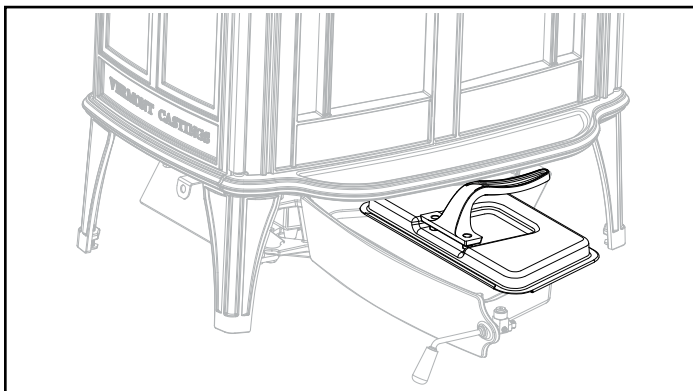

Figure 2.10 – S'assurer de bien fermer le couvercle avant d'enlever le bac.
- Glissez le couvercle sur le bac en veillant à bien le fermer (figure 2.10).